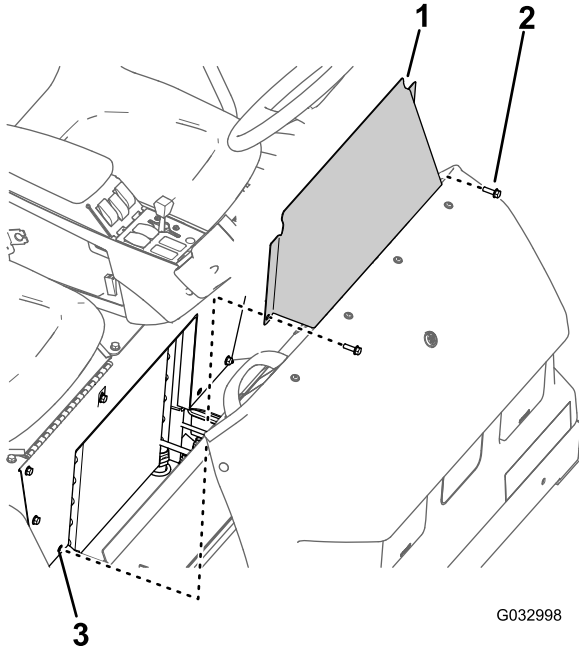

Figure 61
1. Retirez les 2 boulons à embase qui fixent le panneau d'accès à la base du siège (Figure 61).
2. Déposez de la machine le panneau d'accès de la base du siège (Figure 61).
1. Alignez les trous du panneau d'accès et les trous dans la base du siège (Figure 61).
2. Fixez le panneau d'accès à la base du siège au moyen des 2 boulons à embase (Figure 61) retirés à l'opération 1 de Dépose du panneau d'accès de la base du siège (page 56).